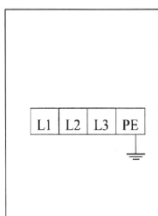

图 1
- Podłączenie kabla zasilającego: W przypadku zasilania trójfazowego 380 V należy podłączyć czterożyłowy kabel zasilający (3 x 2,5mm² + 1 x 1,5 mm²) do zacisków L1, L2 i L3 w konsoli. Przewód ochronny PE należy podłączyć do zacisku uziemienia na śrubach oznaczonych symbolem uziemienia, a następnie połączyć ze śrubami uziemiającymi znajdującymi się u podstawy obu platform (rys. 1).